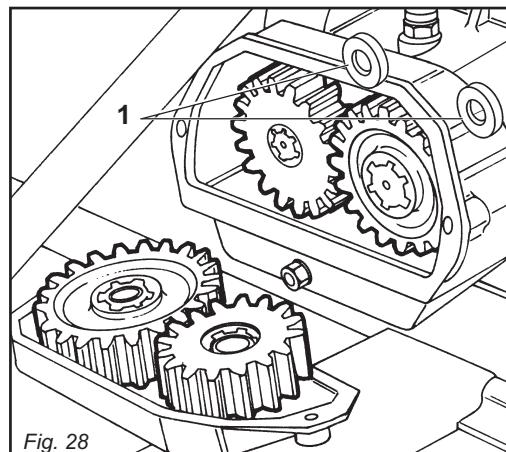

Fig. 28
La macchina è equipaggiata di cambio di velocità (Fig. 28), con una coppia di ingranaggi.
Machine are equipped with a gearshift (Fig. 28), with one pair of gears.
Les machines sont équipées d'une boîte de vitesses (Fig. 28), avec un couple d'engrenages.
Die Maschine sind mit Wechselgetriebe (Abb. 28), mit einem Räderpaar ausgestattet. Dadurch ist es möglich, mehrere Rotordrehgeschwindigkeiten zu erhalten, um damit den Anforderungen des Bedieners zu entsprechen.
Las máquinas están equipadas de cambio de velocidad (Fig. 28), mediante un par de engranajes.
- Fare attenzione durante l'operazione a non far cadere i distanziali (1 Fig. 28), all'interno della scatola cambio.
- La caduta dei distanziali (1 Fig. 28), all'interno della scatola cambio può causare la rottura degli ingranaggi.
- While changing gears pay attention that the spacers (1 Fig. 28) fitted behind the gears do not fall in the gearbox.
- The falling of the spaces (1 Fig. 28) inside the gearbox can cause the braking of the gears.
- Au changement des pignons faire attention que les entretoises (1 Fig. 28) montées derrières les pignons ne tombent pas dans le boîtier.
- La chute des entretoises (1 Fig. 28) à l'intérieur de la boîte de vitesses, peut causer la rupture des pignons.
- Während sie das Getriebe verändern, bitte passen sie auf, dass die Distanzstuecke (1 Abb. 28) hinten den zahnradern nicht in das Getriebe fallen.
- Der verfall der Distanzialstücke (1 Abb. 28) kann der bruch der zahnradter.